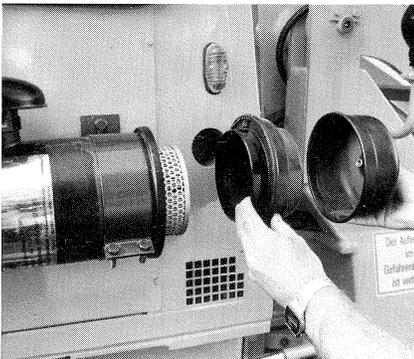

FIG. 54
- (2) Retirer le godet à poussière. Enlever la cartouche "Cyclone" du godet à poussière. Nettoyer ces deux pièces fig. 54.